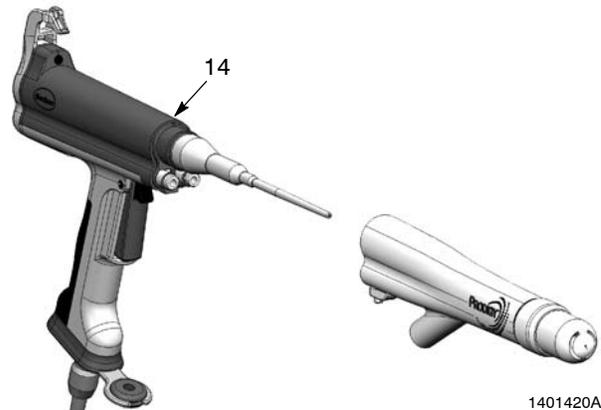

Abb. 3 Adapter abnehmen
3. Siehe Abbildung 3. Den Adapter gerade vom Sprühpistolengehäuse (14) abziehen.